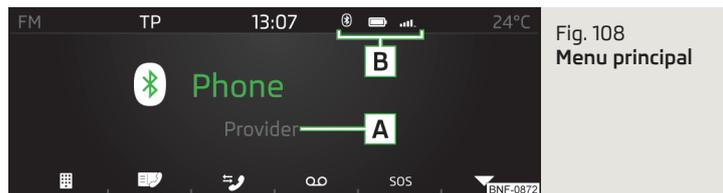

Fig. 108
- Dans le menu principal *Téléphone*, appuyez sur la touche de fonction ☰ » fig. 108 à la page 93.
► Pour afficher les contacts, dans le menu principal *Téléphone* appuyez sur la touche de fonction » fig. 108 à la page 93.
- Dans le menu principal *Téléphone*, appuyer sur la touche de fonction ▼ » fig. 108 à la page 93.
- Pour afficher les contacts, dans le menu principal *Téléphone* appuyez sur la touche de fonction [F] » fig. 108 à la page 93.